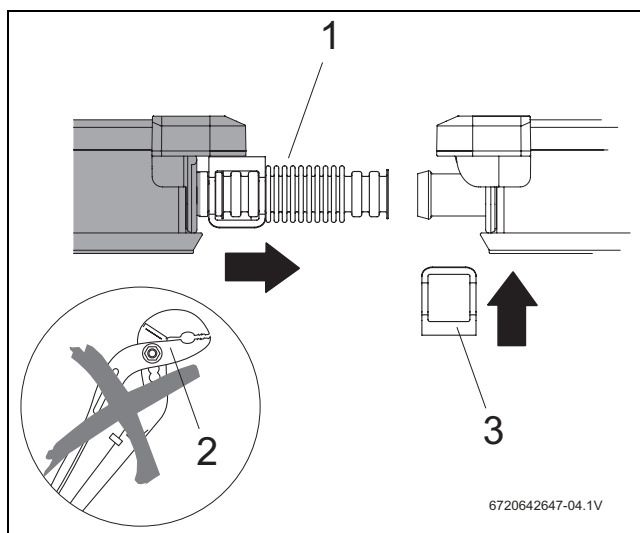

Fig. 41 Deslizar el segundo captador hasta el primero
- Coloque el segundo captador sobre los perfiles guía (Fig. 41, [1]) y déjelo deslizar hasta los seguros contra deslizamiento.
- Deslice el segundo captador hacia el primer captador de tal forma que las conexiones del captador se deslicen hasta entrar en las uniones de tubo ondulado (Fig. 41, [2]) montadas previamente en el primer captador.
- Introduzca la segunda abrazadera (Fig. 41, [3]) sobre la unión del tubo ondulado y la conexión del captador.